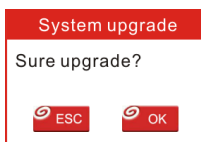

Abbildung 7-5
10. Sobald alle Schritte abgeschlossen wurden, setzen Sie die Speicherkarte erneut in das Werkzeug ein und versorgen Sie das Werkzeug via USB-Kabel oder via OBD II Kabel mit Energie. Ein Dialogfenster (Hinweis: Wenn nur Diagnose-Software aktualisiert wurde und kein Firmware-Paket heruntergeladen wurde, wird dieses Fenster nicht erscheinen), Sie zu Aktualisierungen auffordernd, wird erscheinen auf dem Bildschirm (siehe Abbildung 7-5), wählen Sie [OK].